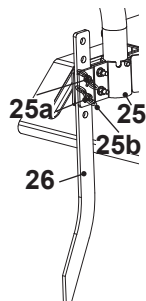

Fig. 19
1. Remova as duas talas (25b) e os parafusos (25a) até que o deslize (26) possa ser movido livremente (fig. 19).